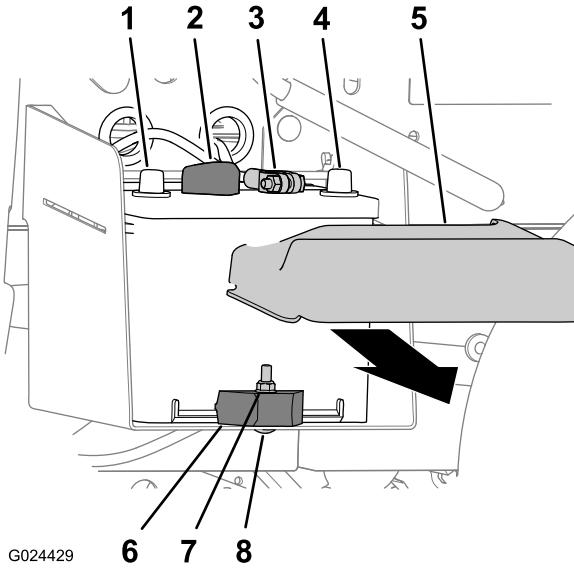

Figura 38
1. Schiacciate i lati del coperchio della batteria e rimuovete il coperchio dalla parte superiore della batteria stessa (Figura 38).
2. Scollegate il cavo positivo della batteria dal relativo morsetto (Figura 38).
3. Scollegate il cavo negativo della batteria dal relativo morsetto (Figura 38).
2. Eliminate dado di bloccaggio, bullone a testa tonda e morsetto della batteria che fissa la batteria al relativo vassoio (Figura 38).
3. Togliete la batteria dal relativo vassoio (Figura 38).
1. Montate la batteria sul relativo vassoio della macchina (Figura 38).
- Nota:** Accertate che i poli positivi e negativi della batteria siano allineati come mostrato in Figura 38.
2. Fissate la batteria al relativo vassoio con morsetto, bullone a testa tonda e dado di bloccaggio (Figura 38).
1. Collegate il cavo positivo della batteria al relativo morsetto (Figura 38).
2. Collegate il cavo negativo della batteria al relativo morsetto (Figura 38).
3. Montate il coperchio della batteria sulla parte superiore della batteria stessa (Figura 38).